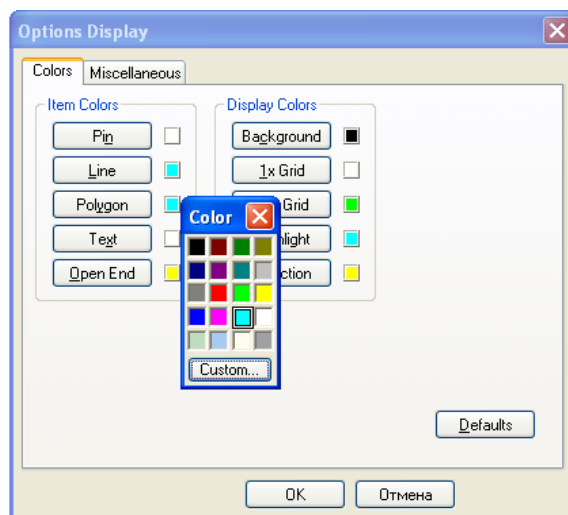

Рис. 4.31 - Изменение цвета полигона
- Для утверждения цвета стрелки светло-голубым (как и у других линий)¹³ выполнить команды **Options/Display...** В открывшемся диалоговом окне **Options Display** (рис. 4.31) в области **Item Colors**